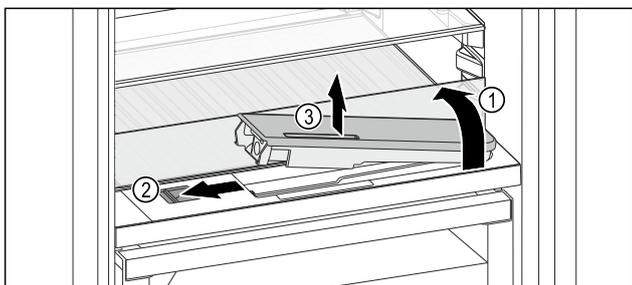

Fig. 126
- ▶ 抬起玻璃隔板，将其向后翻转至止挡 Fig. 126 (1)。
- ▶ 向左推滑块 Fig. 126 (2)。
- ▶ 取出水箱 Fig. 126 (3)。